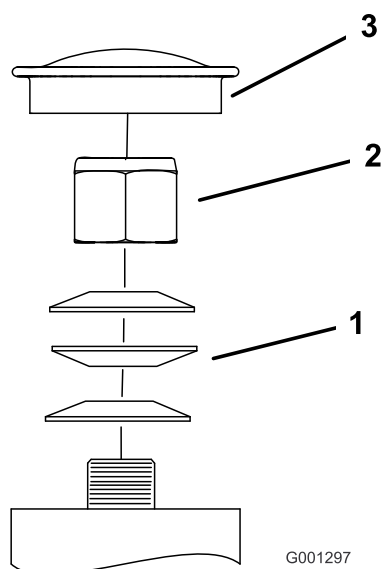

図 52
3. キャスタからダストキャップを外してロックナットを締め付ける (図 52)。
4. スプリングワッシャが平たくつぶれるまでロックナットを締め付け、その位置から 1/4 回転もどすと、ベアリングに対して適切な予負荷がかかる (図 52)。
重要 スプリングワッシャが図 52のように正しく取り付けられていることを確認してください。
5. ダストキャップを取り付ける (図 52)。